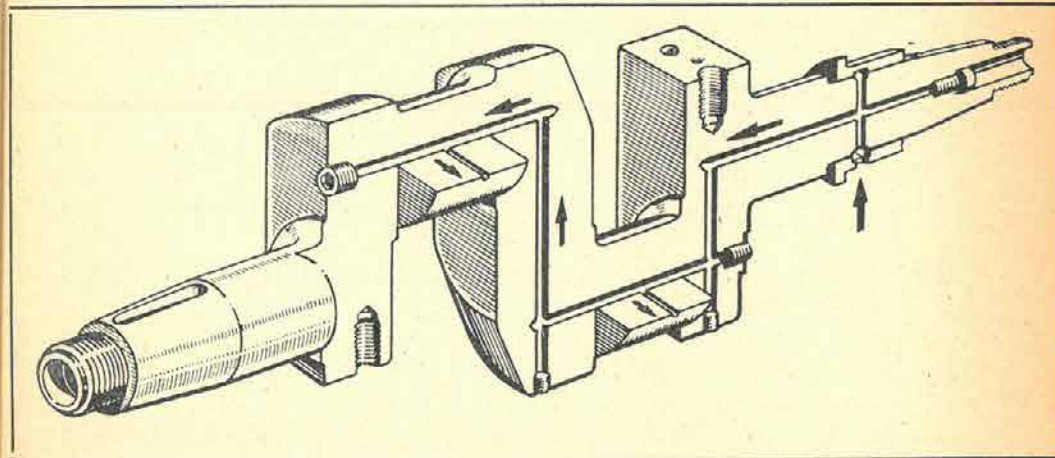

Fig. 5
**POMPA E CIRCUITO DEL LUBRIFICANTE** - La pompa dell'olio, del tipo ad ingranaggi, è situata al disotto dell'albero a gomiti dal lato opposto al volano, ed è comandata da un ingranaggio che deriva il movimento dall'albero a gomiti. Nel corpo stesso della pompa è alloggiata una valvola per la regolazione della pressione dell'olio. La pompa aspira l'olio dal carter attraverso un pozzetto, munito di disco filtrante, ricavato nella portina di fondo e, mediante un tubo flessibile, lo immette nel radiatore fissato direttamente sul radiatore acqua. Dal radiatore l'olio entra nella portina adduzione e, attraverso un filtro autopulitore a lamelle incorporato nella portina stessa, arriva all'albero a gomiti attraverso la bronzina di adduzione (Fig. 5).